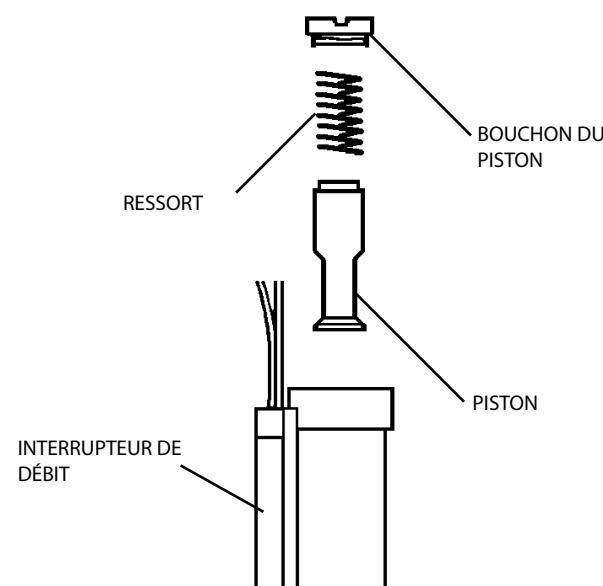

Figure 4-1. Désassemblage / Assemblage de l'interrupteur de débit
4.3 INTERRUPTEUR DE DÉBIT (FIGURE 4-1)